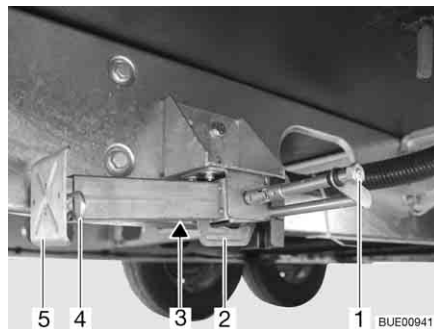

Fig. 47 Piedino di stazionamento
- Inserire la chiave a tubo nell'esagonale (Fig. 47,1) e ruotare fino a quando il piedino di stazionamento non si trova in posizione verticale verso il basso.
- Se la lunghezza del piedino di stazionamento è regolabile, sfilare la copiglia (Fig. 47,4) dal piede del prolungamento (Fig. 47,5).
- Inserire la chiave a tubo nell'esagonale (Fig. 47,1) e ruotare fino a quando il piedino di stazionamento non si stacca dal terreno.
- Spingere completamente all'interno il prolungamento dell'estremità del piedino (Fig. 47,5) e inserire la copiglia (Fig. 47,4) nel foro apposito.
- Girare sull'esagonale (Fig. 47,1), finché il piedino di stazionamento è orientato verso l'alto e la guida (Fig. 47,2) si trova proprio alla fine della scanalatura (Fig. 47,3).